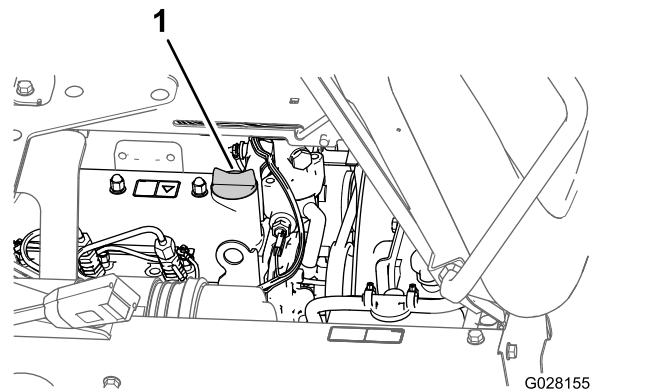

図 70
3. オイルの量が不足している場合は、バルブカバーについている補給口のキャップ (図 70) を取り、ディップスティックの FULL マークまで、補給管からオイルを補給する。